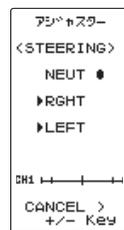
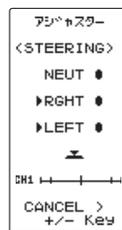

図 2
図 3
振り幅の設定画面(図2)の状態、ホイールを左いっぱいおよび右いっぱいに軽く操作し、画面にボタンマーク(図3)が表示されたら②ボタンを押します。